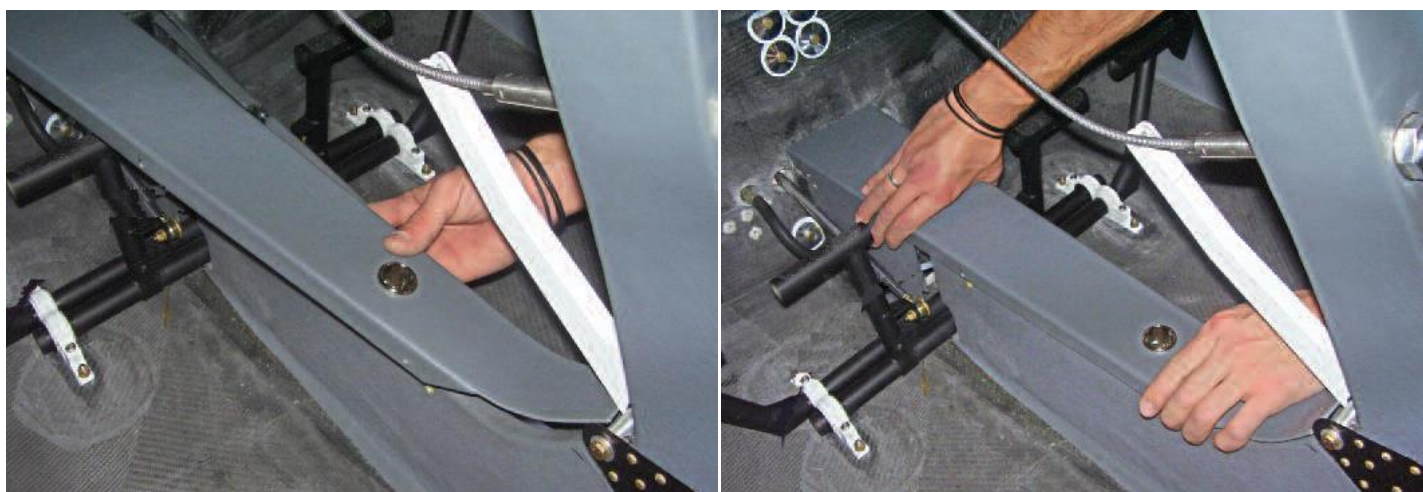

Figura 25.10.27 – Instalação da tampa do console frontal
1. Encaixar a Tampa da Console Central sobre o console frontal de acordo com a figura 25.10.27;